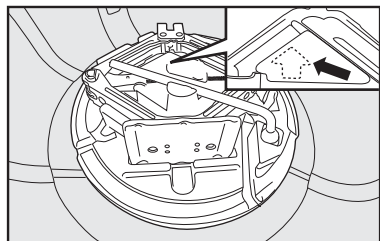

fig. 13
- Ponga el crique en el portaherramientas **fig. 13**, encajándolo de modo a evitar vibraciones o que se suelte durante la marcha. Al poner el crique en el portaherramientas, haga presión desde el centro hacia las extremidades, de manera que las laterales del crique se queden bien unidas a los bordes de su alojamiento.
- El soporte debe ser colocado con la flecha (detalle - **fig. 13**) apuntando hacia el sentido de marcha del vehículo (delantera).